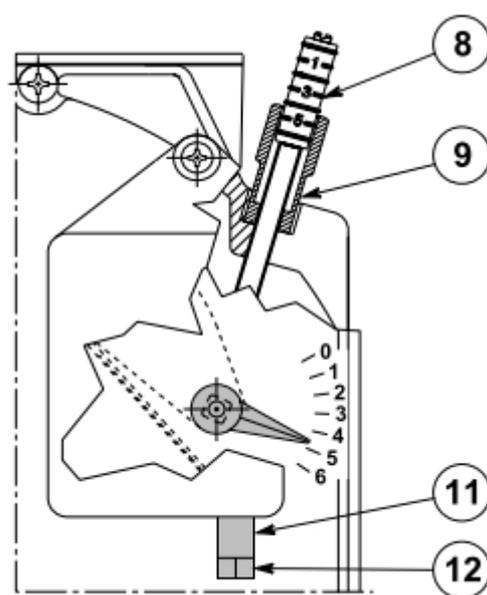

Рис. 10
4.3 Регулировка воздушной заслонки (рис. 10)